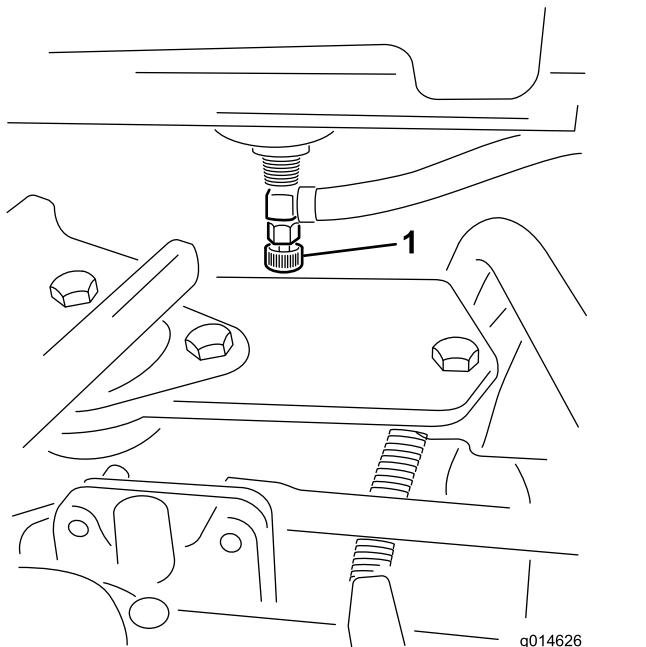

Figura 48
1. Chiudete la valvola di intercettazione del carburante (Figura 48) sotto il serbatoio del carburante.